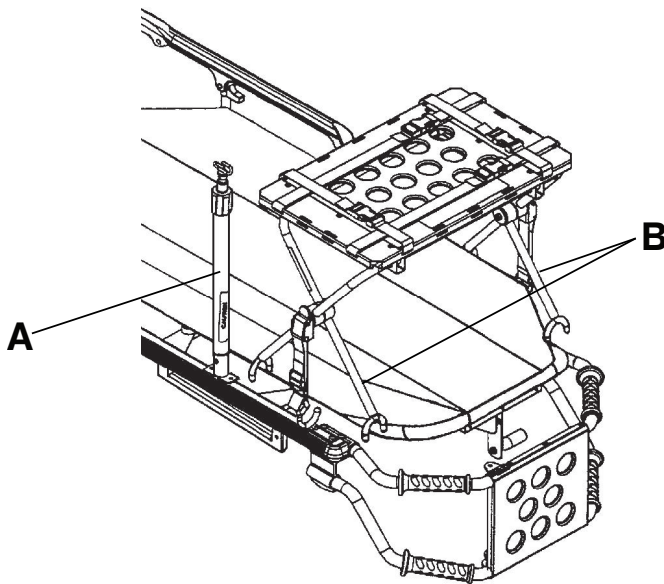

Figur 16 – Förvaringsläge
1. Lägg defibrillatorplattformen i förvaringsläge (Figur 16).